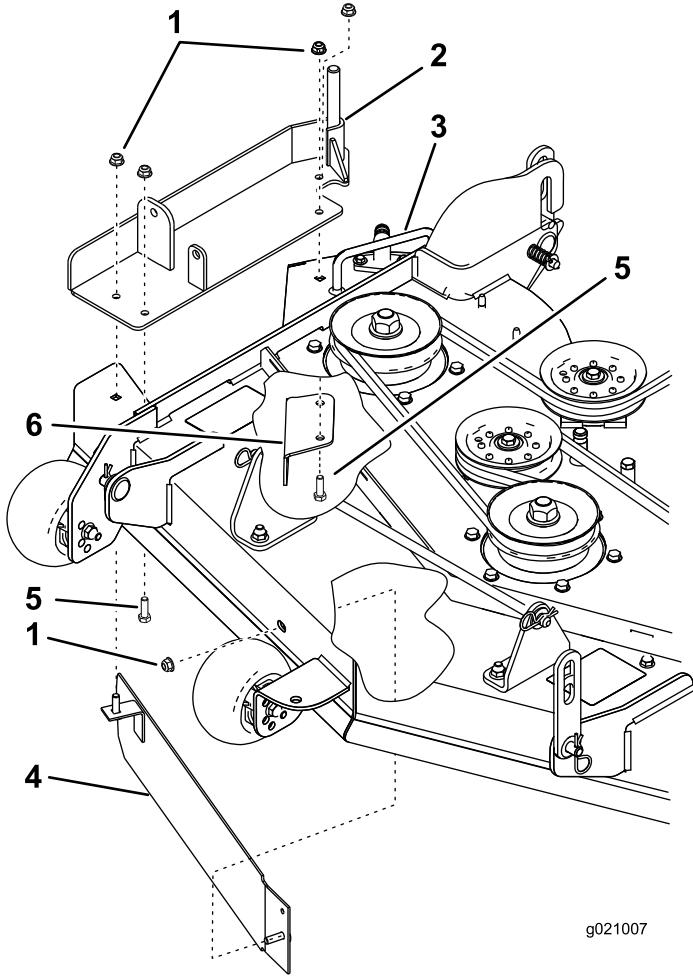

Figure 4
2. Fixez le déflecteur à l'avant du tablier de coupe avec un écrou à embase (5/16 po) (Figure 4).
3. Fixez le support de ventilateur et le déflecteur d'ouverture existant au sommet du tablier de coupe au moyen de 3 boulons (5/16 x 1 po) et 3 écrous à embase (5/16 po). Reportez-vous à la Figure 4 pour la position correcte du support de ventilateur et du déflecteur d'ouverture existant.
4. Avec le goujon vertical du déflecteur, montez le support de ventilateur sur le tablier de coupe avec un écrou à embase (5/16 po) (Figure 4).